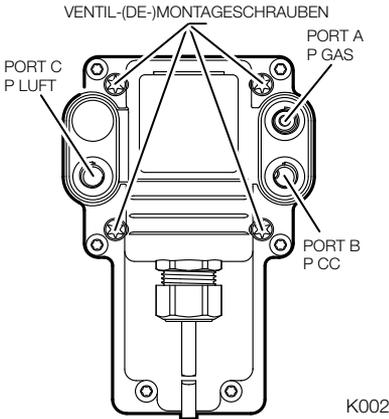

Abb. 5. Anschlüsse/Montage der FARMOD-Impulsleitung.
2. Entfernen Sie die ursprünglichen vier (4) Torx-Schrauben wie in Abb. 5 gezeigt, und entfernen Sie das Brennstoff-Luft-Verhältnis-Modul vollständig vom Ventilkörper.
4. Befestigen Sie die beiden verbleibenden Impulsleitungen an den FARMOD-Anschlüssen „A“ (Gas) und „B“ (Referenz) gemäß den Anweisungen des Brenner- oder Kesselherstellers. Weitere Informationen finden Sie unter Abb. 5. Befestigen Sie jede Impulsleitung an der entsprechenden Armatur an der Mischeinheit oder am Brenner zum FARMOD.
2. Verwenden Sie die Rohre und Armaturen (als separate Kits erhältlich), um den Vorfilter „Out“ mit dem FARMOD-Anschluss „C“ (Luft) des Ventils zu verbinden. Weitere Informationen finden Sie unter Abb. 2 und Abb. 5.